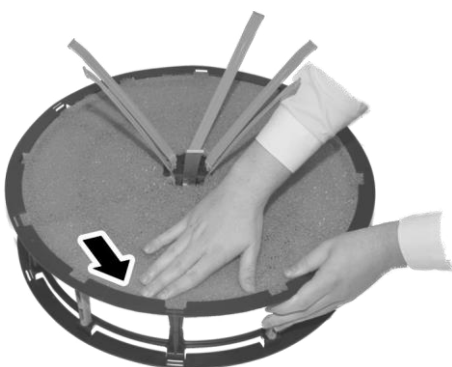

Abb. 25: Verdunstfilter auflegen und festklemmen
7. → Neuen inneren Verdunstfilter über die Filterhalter ziehen (Abb. 25).